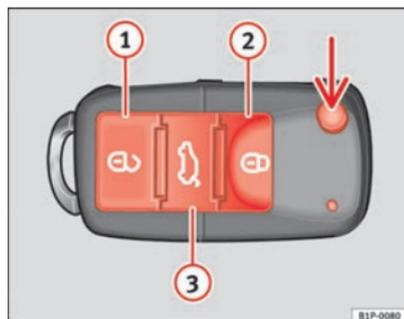

Abb. 64 Tastenbelegung Funkschlüssel
Mit der Taste ⇒ Abb. 64 (Pfeil) der Fernbedienung wird der Schlüsselbart ausgeklappt.
Fahrzeug entriegeln  ⇒ Abb. 64 ①.
Fahrzeug verriegeln  ⇒ Abb. 64 ②.
Heckklappe entriegeln. Die Taste  ⇒ Abb. 64 ③ betätigen, bis alle Blinkleuchten am Fahrzeug kurz aufleuchten. Nach Drücken der Entriegelungstaste  ③ können Sie die Heckklappe innerhalb von 2 Minuten öffnen. Nach Ablauf dieser Zeit wird die Heckklappe wieder verriegelt.
Zudem blinkt die Batterie-Kontrollleuchte des Schlüssels ⇒ Abb. 64 auf.
Bei einmaligem Drücken der Taste  ⇒ Abb. 64 ① wird nur die Fahrertür entriegelt. Alle anderen Türen bleiben verriegelt. ▶
Bei zweimaligem Drücken der Taste  ⇒ Seite 111, Abb. 64  werden alle Türen entriegelt.
- Betätigen Sie die Taste  ⇒ Seite 111, Abb. 64 an der Funk-Fernbedienung. ▶